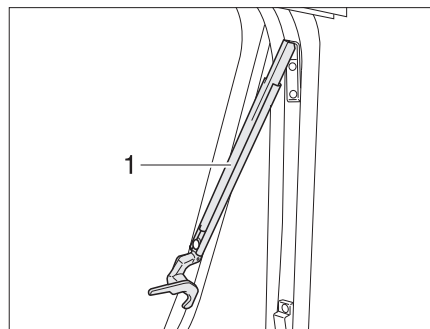

Fig. 14 Finestra apribile con deflettori automatici, aperta
- Aprire la finestra apribile fino al punto di arresto desiderato. Il deflettore automatico (Fig. 14,1) si innesta automaticamente in posizione.